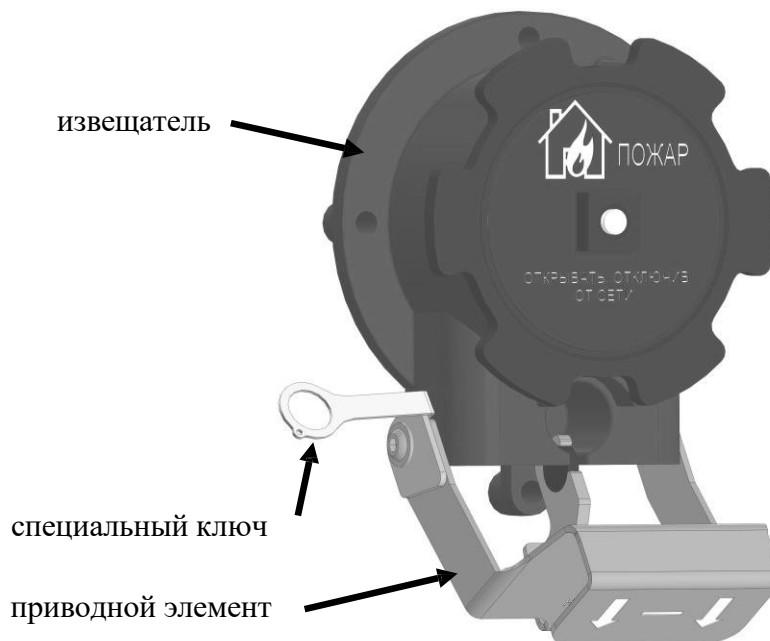

Рисунок 2 – Внешний вид извещателя со специальным инструментом (ключом)
- с левой стороны приводного элемента извещателя, вставить специальный ключ в паз (см. рисунок 2);